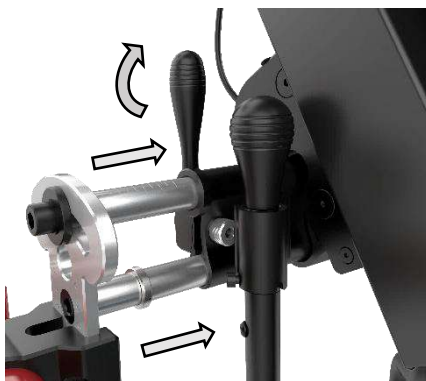

Abbildung 15 Montage der manuellen Klemme an die Breiteneinstellung
- Setzen Sie die manuelle Klemme in das Gerät ein, wobei die beiden Stangen zur Breiteneinstellung in die beiden Aufnahmeöffnungen gesteckt werden. Die QR-Verriegelungshebel müssen nach unten und lose sein, um den Mechanismus der manuellen Klemme aufzunehmen. Sobald die Breite eingestellt ist, wird sie in aufrechter Position verriegelt (siehe Abbildung 15).